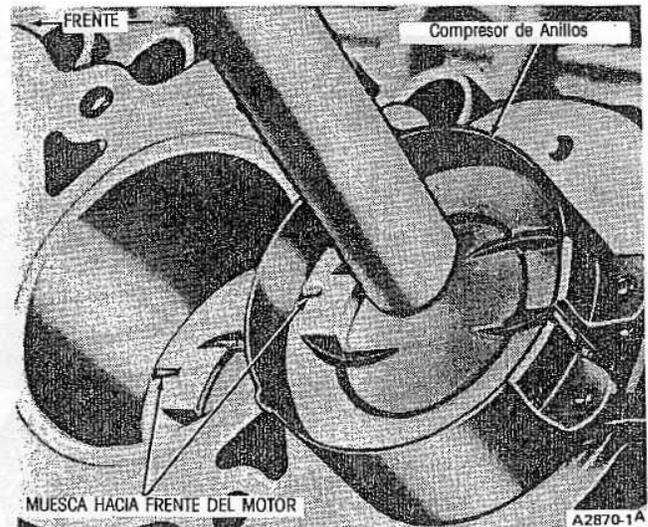

Fig. 41. Instalación de Pistones
4. Coloque un compresor de anillos en el pistón y empuje el pistón hacia dentro con el mango de un martillo hasta que quede ligeramente debajo de la superficie del bloque (Fig. 41). Cerciñese de guiar las bielas para evitar daños a los muñones del cigüeñal. Instale el pistón con la muesca o corte de la cabeza del pistón hacia el frente del motor.